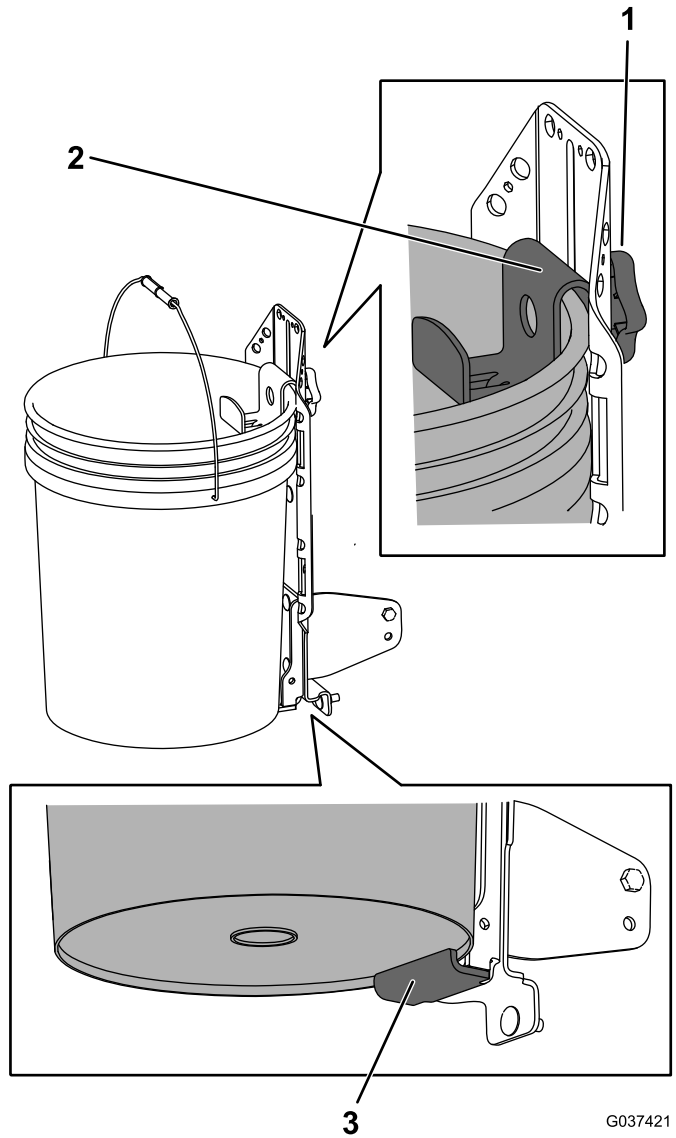

Bild 6
1. Lösen Sie das Handrad und heben Sie die obere Halterung an. Ziehen Sie das Handrad fest, um die Halterung zu arretieren (**Bild 6**).
2. Setzen Sie die untere Lippe der Ladeschaufel über die untere Kante der geschweißten Stützhalterung (**Bild 6**).
3. Lösen Sie das Handrad und senken die obere Halterung so weit wie möglich über die Kante der Ladeschaufel ab. Ziehen Sie das Handrad fest (**Bild 6**).